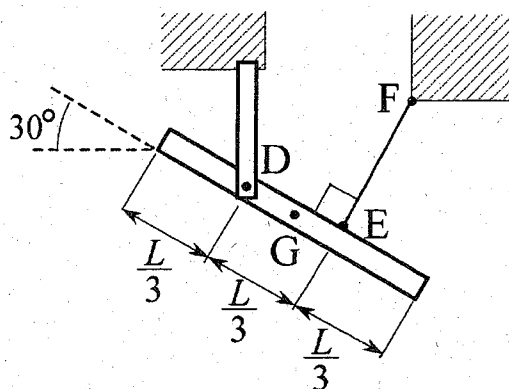

図3
(2) 長さ L , 質量 M の密度一様な剛体棒が, 図3のように, 点Dをピンで, 点EをケーブルEFで支えられている。点D, 点Eは剛体棒の両端から長さ $L/3$ の点で, 点D, 点E, 点Fは同一の鉛直面内にあり, 剛体棒は水平に対し 30° の角度, 剛体棒とケーブルの角度は 90° である。
(b) 図3の状態ではケーブルEFを点Eで切ったところ, 剛体棒は支点Dを中心に, 鉛直面内で回転運動を始めた。重心Gが支点Dの真下にきた瞬間の剛体の角速度を求めよ。ここで, 剛体の重心Gまわりの慣性モーメントを $I_G = ML^2/12$, 点Dまわりの慣性モーメントを $I_D = ML^2/9$ とする。